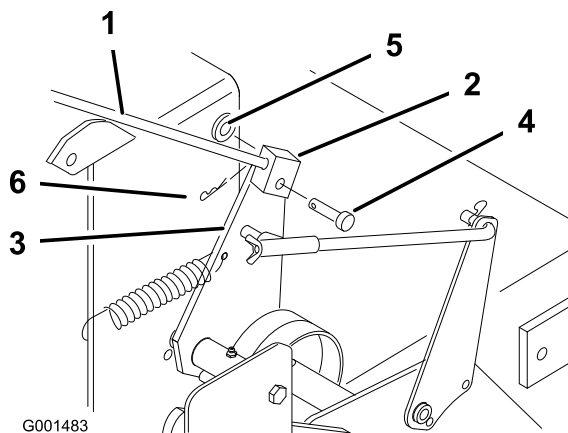

Figura 15
1. Saque el pasador de horquilla, la arandela y el pasador que sujetan el acoplamiento de la varilla de control con el soporte de la polea tensora (Figura 15).